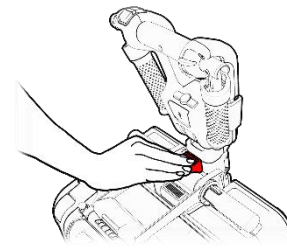

Figure 6
3. Drücken Sie den Stangenknopf und schieben Sie ihn vom Hauptgehäuse des ATTO weg (siehe Abbildung 6).